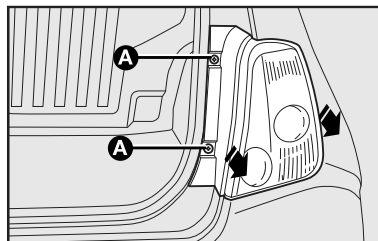

fig. 18
- desapertar os dois parafusos de fixação **A-fig. 18** e extrair o grupo óptico, puxando-o;